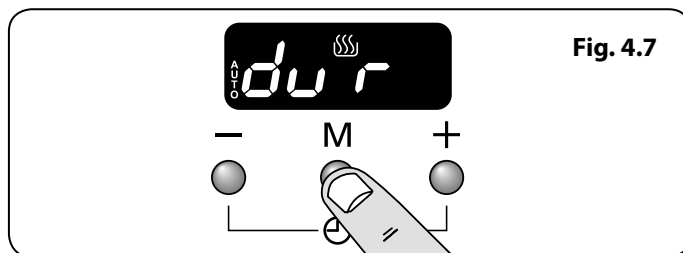

Fig. 4.7
- Tryck på lägesknappen [M] tills displayen blinkar (dur) (Fig. 4.7). Ställ därefter in "tillagningstiden" med knapparna [+] eller [-].